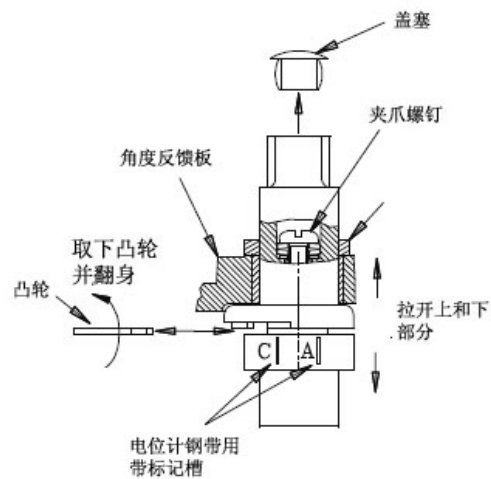

图8 连接套 - 改变方向
6.2.3 如图 8 所示从连接套下半部分槽内取出电位计钢带，从连接套上取下内部指示器并把连接套从反馈板上取出。
6.4.3 如图 8 所示从连接套下半部分槽内取出电位计钢带。把内部指示器从连接套上取下，把连接套从反馈板上取下。